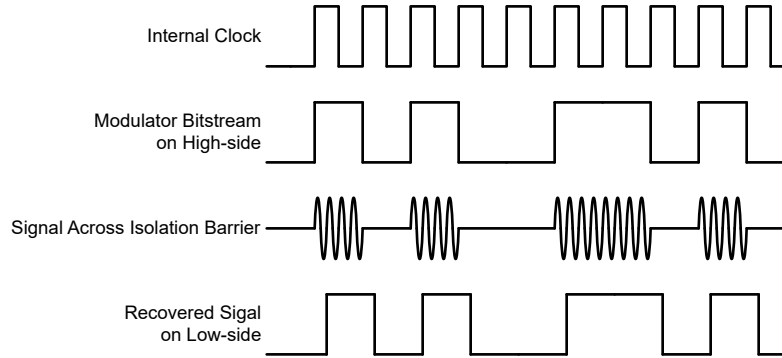

图 7-1. 基于 OOK 的调制方案
AMC3311 使用开关键控 (OOK) 调制方案 (如图 7-1 所示)，跨过基于 SiO_2 的隔离栅来传输调制器输出比特流。功能模块图 中描述的发送驱动器 (TX) 跨过隔离栅发送一个内部生成的 480MHz 载波来表示数字一，不发送信号则指示数字零。